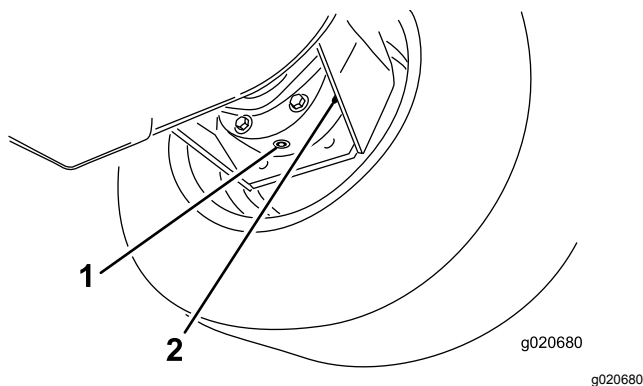

Figura 91
- Coloque un recipiente debajo del alojamiento del freno, retire el tapón y deje que se drene el aceite (Figura 91).